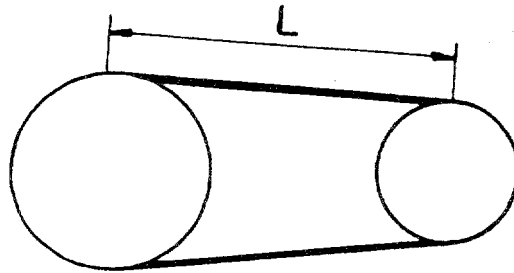

Fig 2
- Mesurer la longueur L du brin libre (figure 2), exemple : 1 200 mm